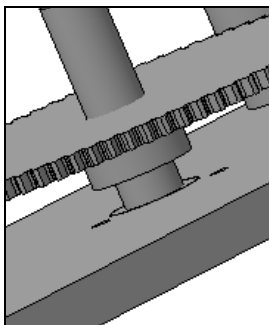

Рис. 21.22. Установка компонента на плату
- ♦ вызовите команду **Переместить компонент** или команду **Совпадение объектов** и установите Сборку 1 до упора торца в плату, как на рис. 21.22;